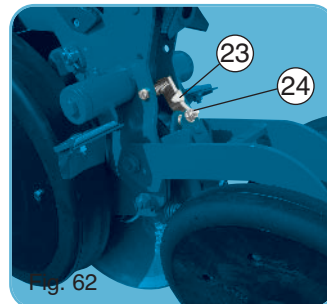

Fig. 62
Cette roue plombée est utilisable sur terrain plutôt sec, pour tous semis. Sur terrain trop humide, un bourrage au niveau de la roue est toujours possible, dans ce cas, escamoter la roue par le taquet (23) fig. 62. Si cette opération ne s'avère pas suffisante, il faudrait enlever la roue seule, en laissant le cadre (4) sur l'élément. Le décroctoir (11) Greenflex réversible doit être surveillé de temps en temps, et réglé avec précision à l'aide de l'écrou (24) fig. 62.
The press wheel has a diameter of 295 mm and a width of 21 mm and is in stainless steel. It can only be adapted on the NG Plus 4 units. It floats independently from the metering unit and the rear press wheel unit. The NG Plus 4 equipped in this manner, now becomes the NG Plus 4 PRO. This press wheel can be used in rather dry soils for all types of seeds. In damp soil, a packing up of the wheel is always possible, in this case, retract the wheel using the latch (23) fig. 62. If this is not sufficient, the wheel only must be removed, leaving the frame (4) on the metering unit. The reversible Greenflex scraper (11) should be controlled from time to time and adjusted with precision using the nut (24) fig. 62.
Die Andruckrolle wird hauptsächlich auf trockenen Böden eingesetzt. Auf nassem Boden, wenn die Rolle verstopft, kann diese ausgehoben werden und mit dem Hebel (23) Fig. 62 arretiert werden. Wenn diese Maßnahme nicht ausreicht, muß die Rolle vom Element ausgebaut werden. Der nachstellbare GREENFLEX-Abstreifer ist von Zeit zu Zeit zu kontrollieren und entsprechend nachzustellen. (23) - Fig. 62)
Dit aandrukwieltje Ø 295 x 21 mm met RVS bandage kan alleen op een "NG Plus 4" element gemonteerd worden. Het heeft een vlottende werking, onafhankelijk van het element en van het aandrukblok achteraan. Indien zo uitgerust wordt een "NG Plus 4" dan "NG Plus 4 PRO" genoemd. Het "PRO" wieltje wordt voor alle typen zaaierwerk op betrekkelijk droog terrein aanbevolen. Op een te vochtig terrein kan een verstopping gebeuren ter hoogte van het wieltje. In dat geval dient het wieltje dank zij de klamp (23) opgeklapt te worden (afb. 62). Indien deze verrichting onvoldoende is, kan het losse wieltje verwijderd worden; het frame (4) blijft op het element. De omkeerbare Greenflex toestrijker (11) periodiek nakijken en nauwkeurig afstellen met behulp van de afstelmoer (24) (afb. 62).
- Position escamotée (fig. 62).
- Pos. Fig 62 wieder anbringen
- Retracted position (fig. 62).